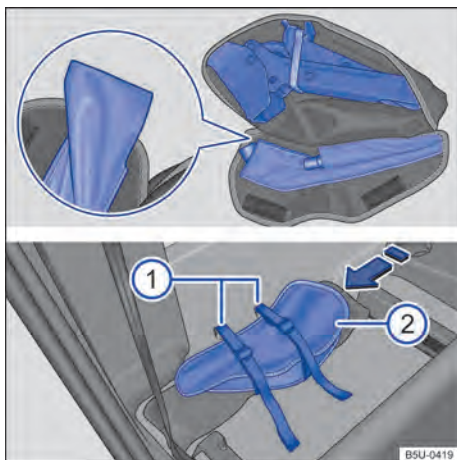

Fig. 151 Atrás do encosto do banco do passageiro:
- Acomodar o macaco na bolsa fechado totalmente → Fig. 151, com a base do macaco na parte maior da bolsa.
- Acomodar a chave de roda no seu devido alojamento e atentar para que a lingueta → Fig. 151 (lupa) seja colocada por baixo da chave de roda, para evitar ruídos durante a condução.
- Posicionar a bolsa das ferramentas de bordo atrás do banco do passageiro, sobre o triângulo de segurança e através das duas cintas de fixação, conforme → Fig. 151 no sentido da seta.
- Para que a bolsa fique corretamente fixada, colocar a bolsa de ferramentas de bordo com os velcros da bolsa voltados para frente → Fig. 151 ②.